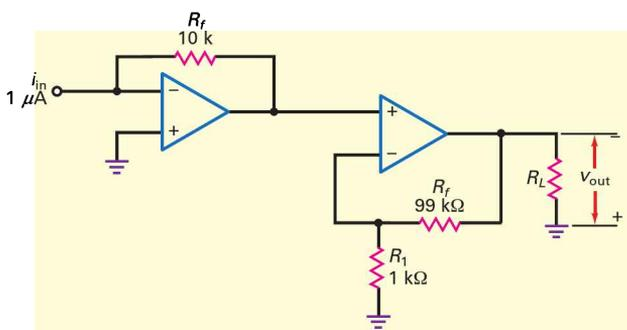

Figure 17.21
17.23 Que vaut la tension de sortie sur la figure 17.21 ?